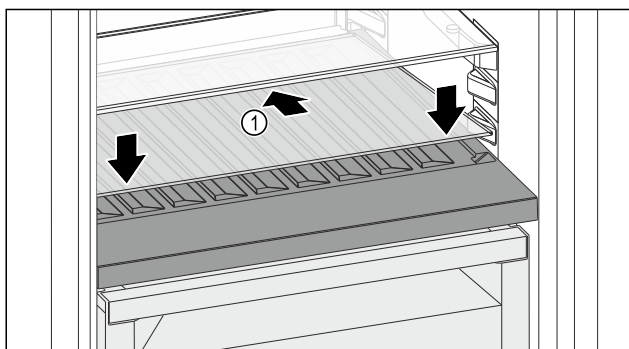

Fig. 144
- Поставете стъклената плоча Fig. 144 (1) косо и наклонена назад надолу.
- Спуснете стъклената плоча Fig. 144 (1) отпред.